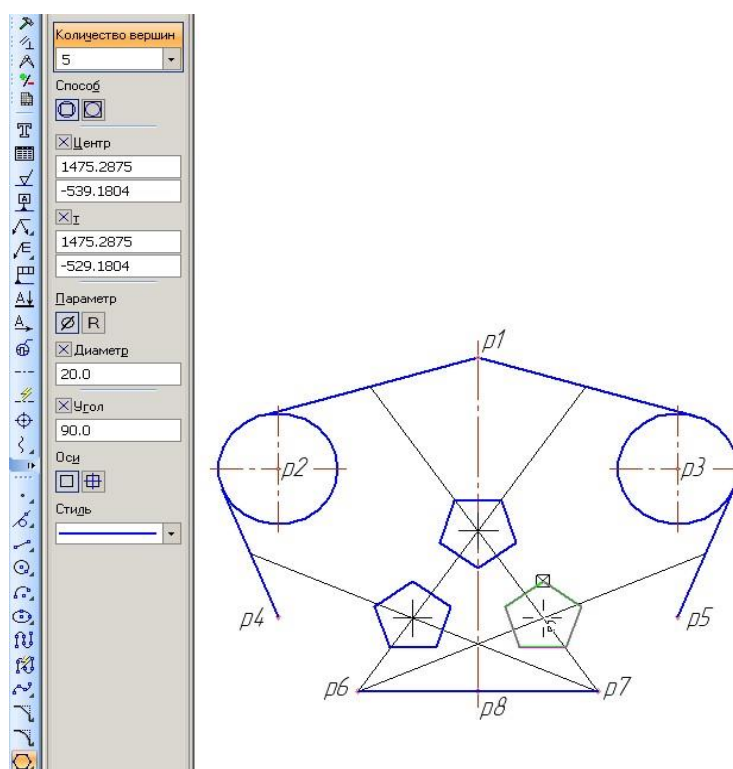

Рис. 3.15
1.6 Побудуйте *n*-ятикутники на перетині цих допоміжних відрізків, рис. 3.15.
Дані для побудови п'ятикутників підставляйте у відповідні місця *Панелі властивостей*: кількість вершин багатокутника – 5, спосіб побудови – *По описаному колу*, діаметр – 20 мм, з *осями*, кут нахилу виберіть величиною 90° (для двох нижніх) та 270° – для верхнього п'ятикутника, *стиль прямої* – *основна*, рис. 3.15 [3].